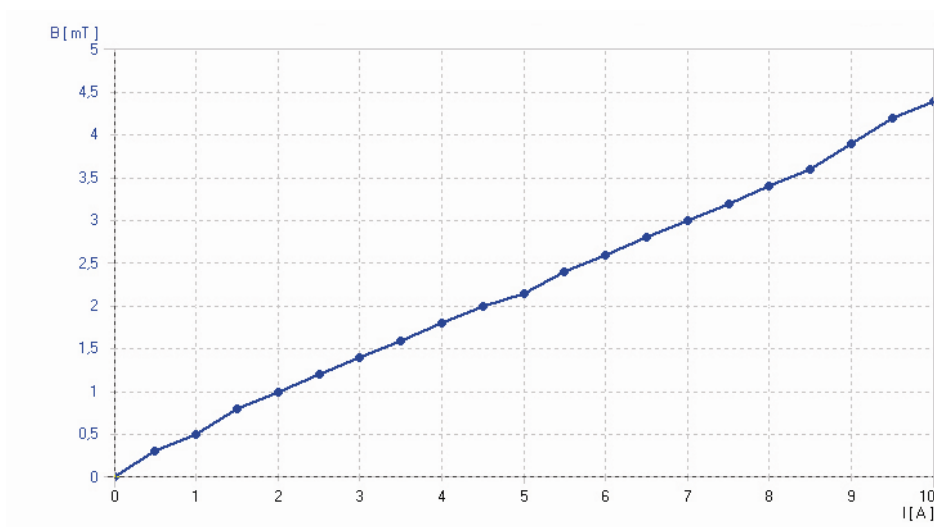

Fig. 2 Campo magnetico in funzione della corrente
- Aumentare la corrente nella bobina di campo da 0 a 10 A in fasi da 0,5 A e rilevare la relativa densità del flusso (fig. 2).